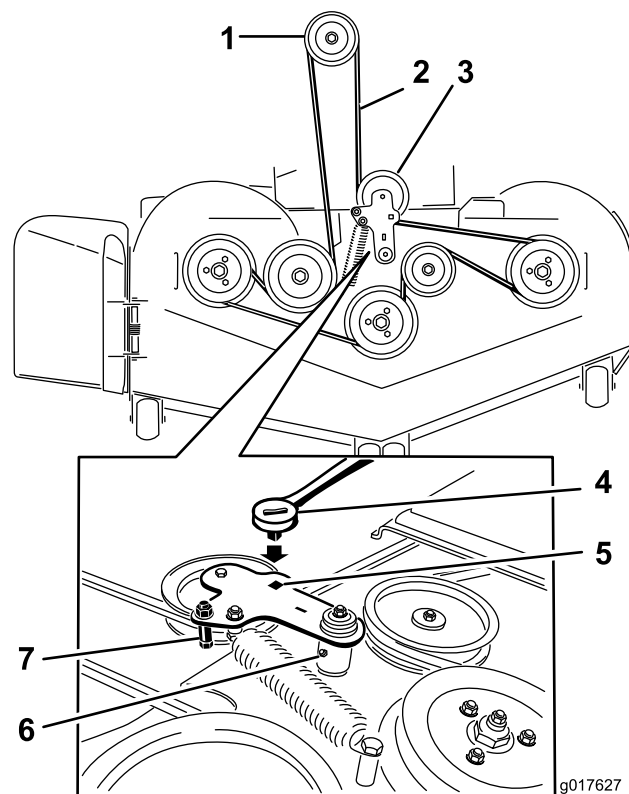

Figura 80
5. Sollevate la bacinella e inserite il cricchetto nel foro quadrato del tendicinghia del piatto di taglio (Figura 80).
6. Ruotate il tendicinghia del piatto di carico in senso orario e togliete la cinghia del tosaerba (Figura 80).